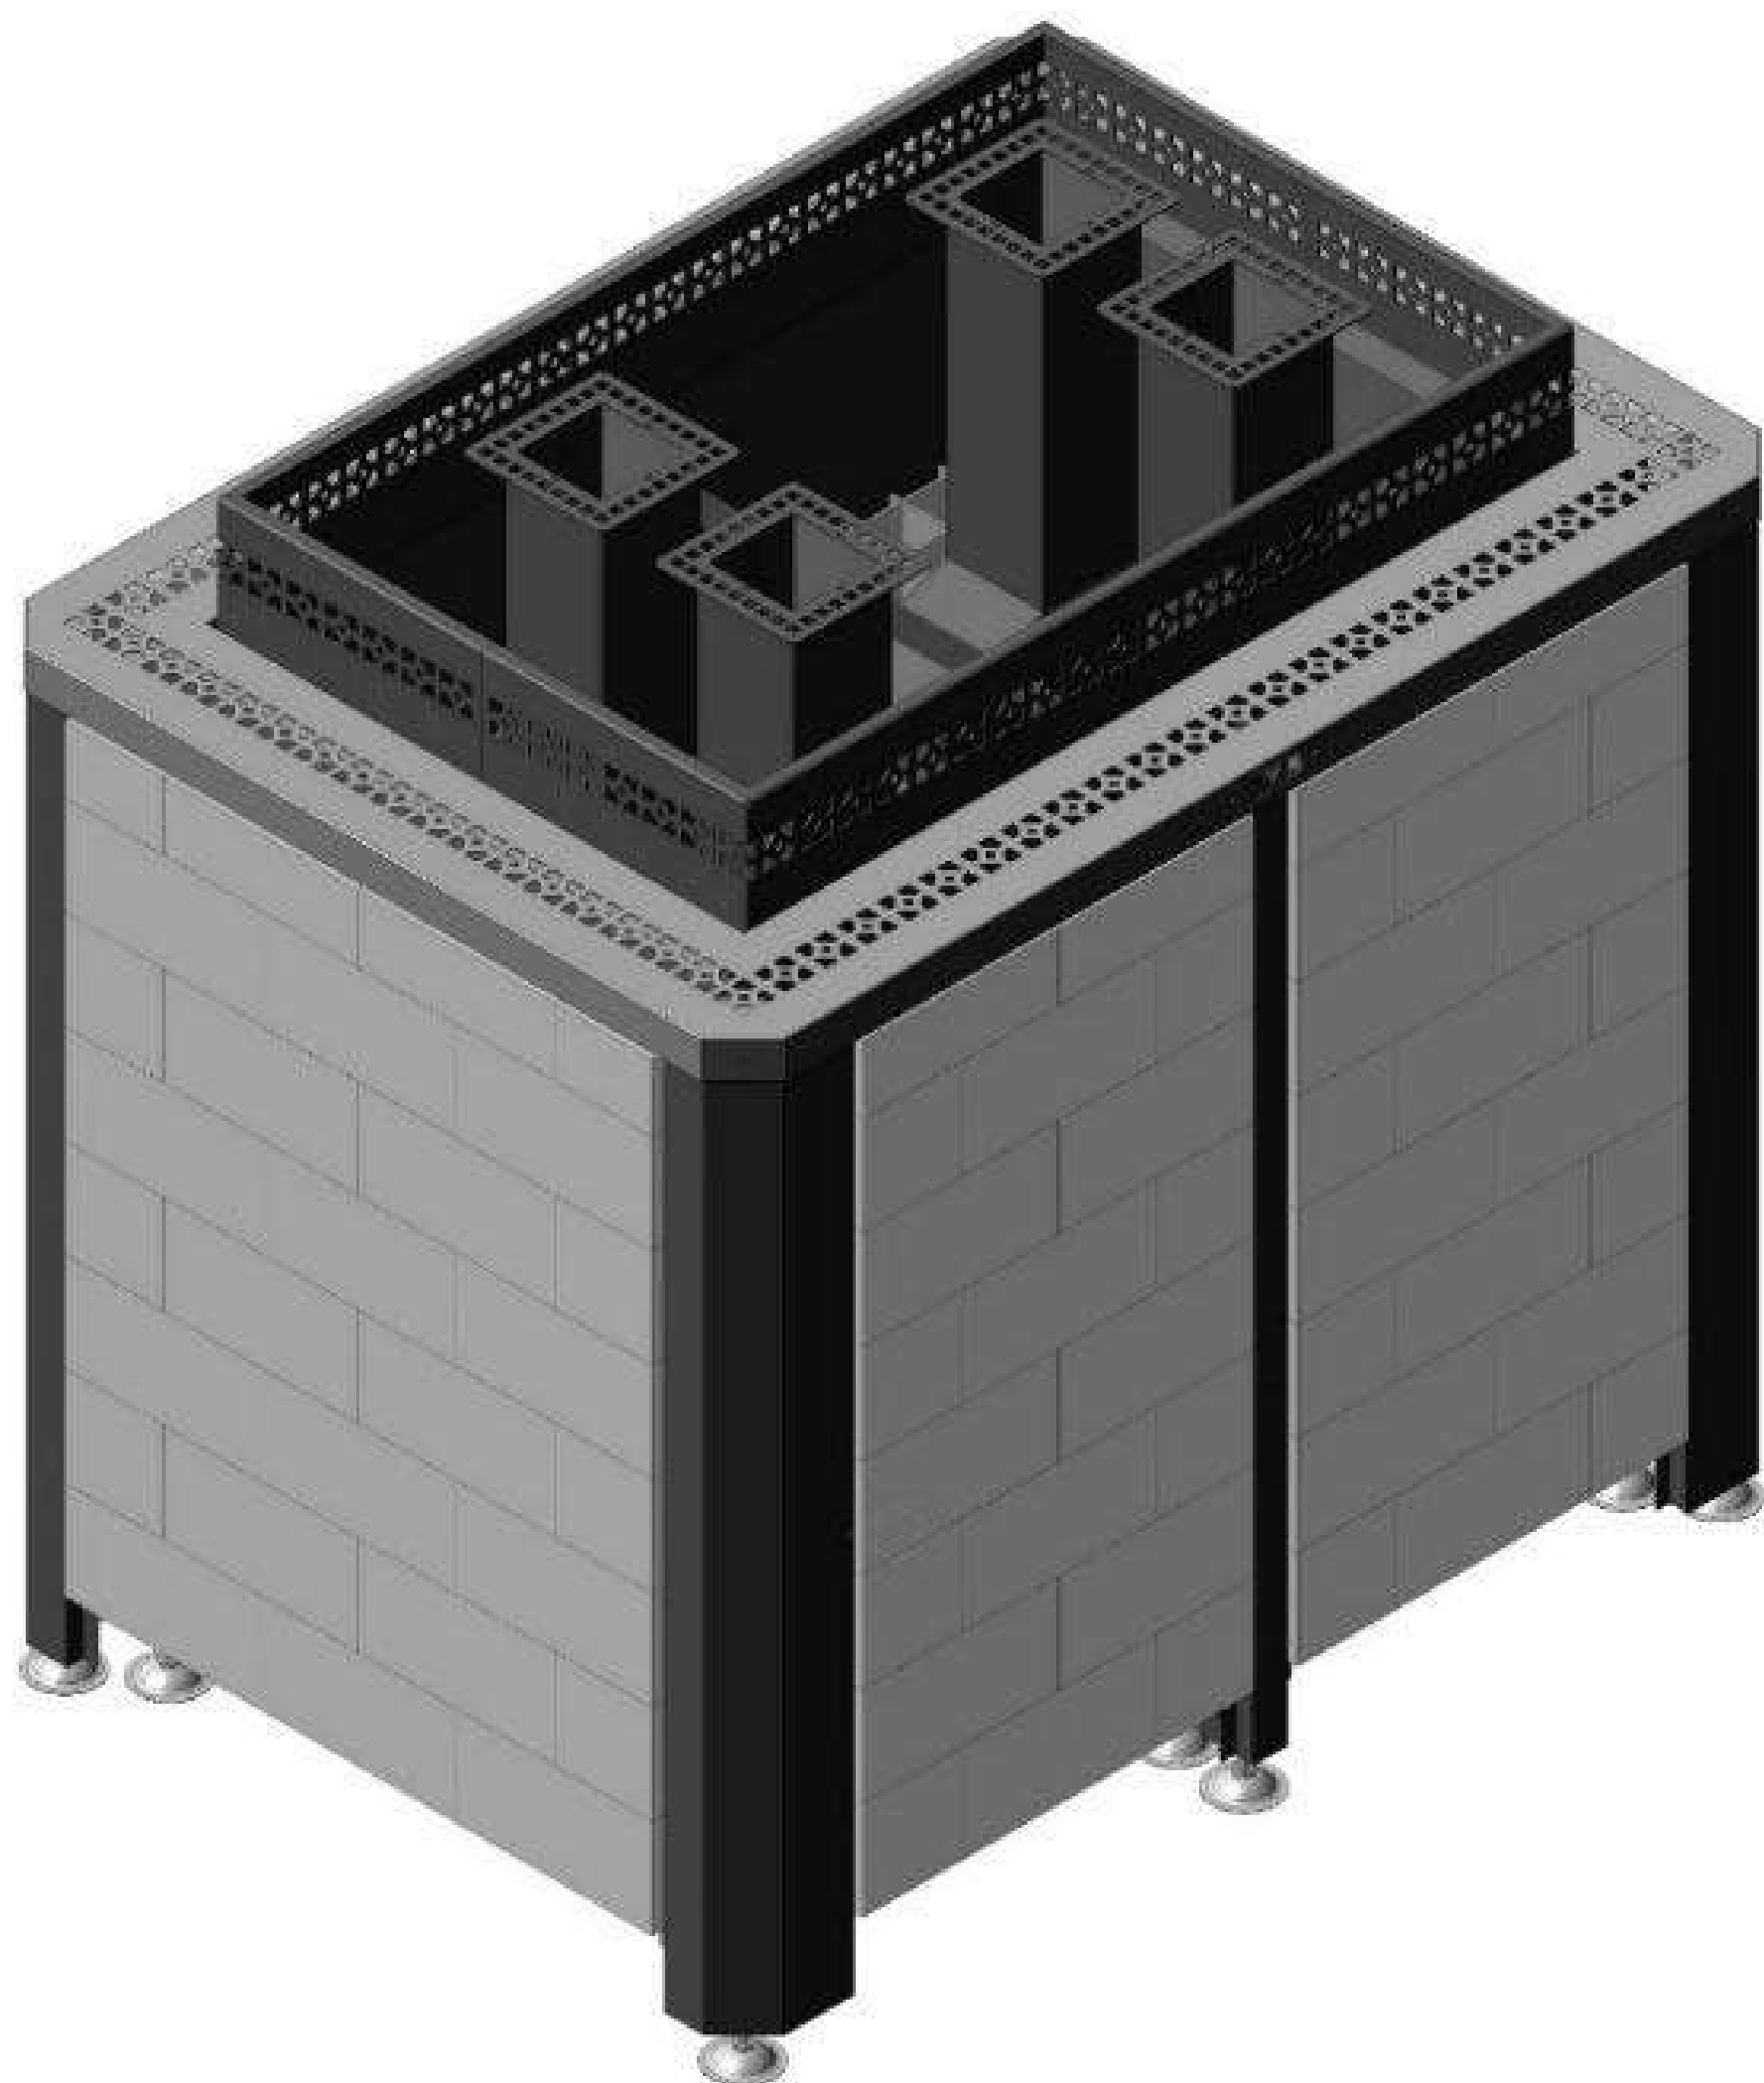

Рис. 2. Сборка ЭНУ Премьера Профи Гималайская соль
1. Установить силовую раму печи на ровное основание (**Рис. 2**).